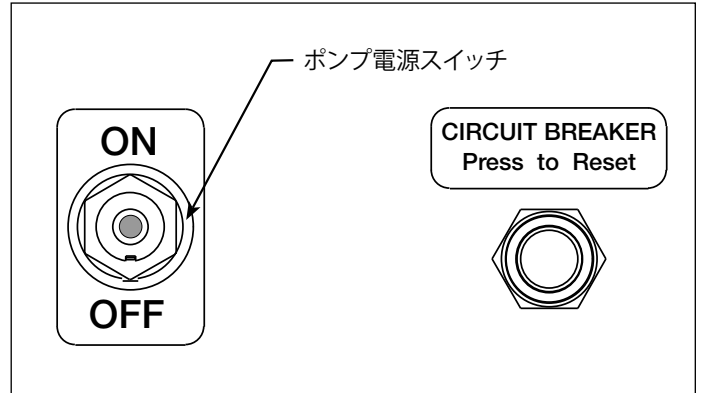

図7 ポンプ制御パネル
5.1 ポンプ電源スイッチ (図7参照)
4. 装置を電源に接続します。ポンプの電源スイッチをオンの位置に切り替えます。図7を参照してください。